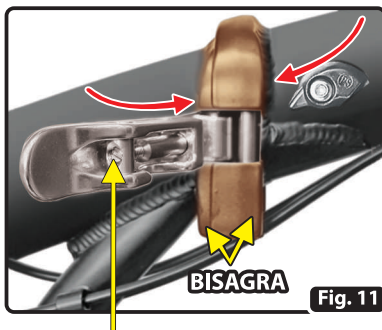

Fig. 11
- Desplegar la bicicleta cerrando la **bisagra** del cuadro (Fig. 11).